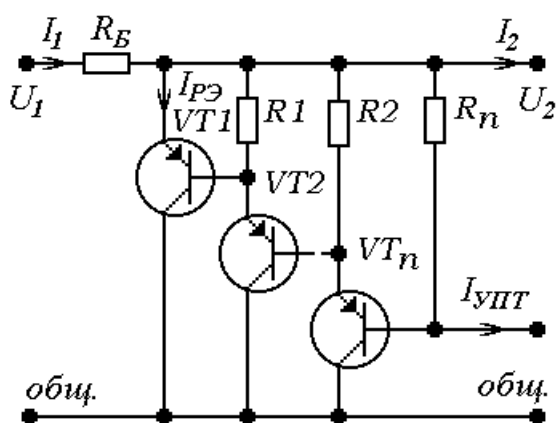

Рис.9. Вариант 9
$$U_{1ном} \geq \frac{1.2U_{2ном}}{1 - \delta_1 - q_1}, \text{ для рис. 9, 10.} \quad (3)$$
$$U_{K1} = U_{2ном}, \text{ для рис. 9, 10.} \quad (5)$$
$$R_B \leq \frac{(1 - \delta_1 - q_1)U_{1max} - U_{2ном}}{I_{2ном}}, \text{ для рис. 9, 10.} \quad (6)$$
$$I_{PЭmax} = \frac{(1 + \delta_1)U_{1ном} - U_{2ном}}{R_B}, \text{ для рис. 9, 10.} \quad (8)$$
$$R_l \leq \frac{\sum_{i=1}^l U_{BЭ_i}}{I_{KO_l}}, \quad l=1 \dots (n-1), \text{ для рис. 9, 10.} \quad (13)$$
$$R_i = R_B, \text{ для рис. 9, 10.} \quad (26)$$